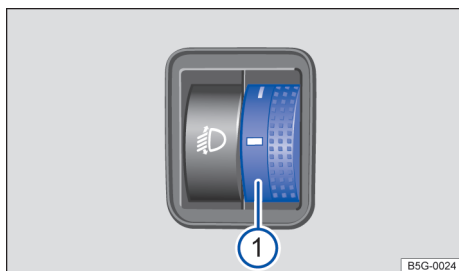
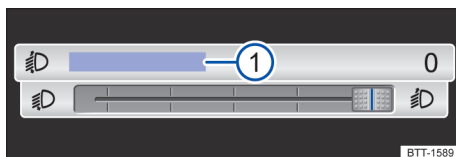

Fig. 90 Junto ao volante: regulador do alcance das luzes ①.
Fig. 91 No sistema Infotainment: botão deslçável para regular o alcance das luzes.
Dependendo da versão, é possível ajustar o alcance das luzes com o regulador → Fig. 90 ou com o botão deslçável do sistema Infotainment → Fig. 91.
- Pressione a superfície de função **Regulagem do alcance das luzes** → Fig. 91 ①.
- Gire o regulador Fig. 90 ① para a posição necessária (exemplo de estado de carga do veículo).